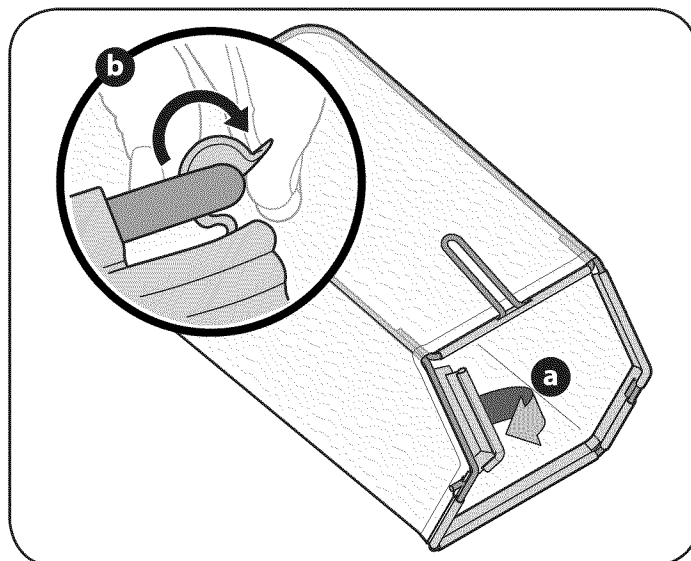

Figura 7
- b. Deslice el canal de plástico sobre los ganchos del marco. Vea Figura 7.